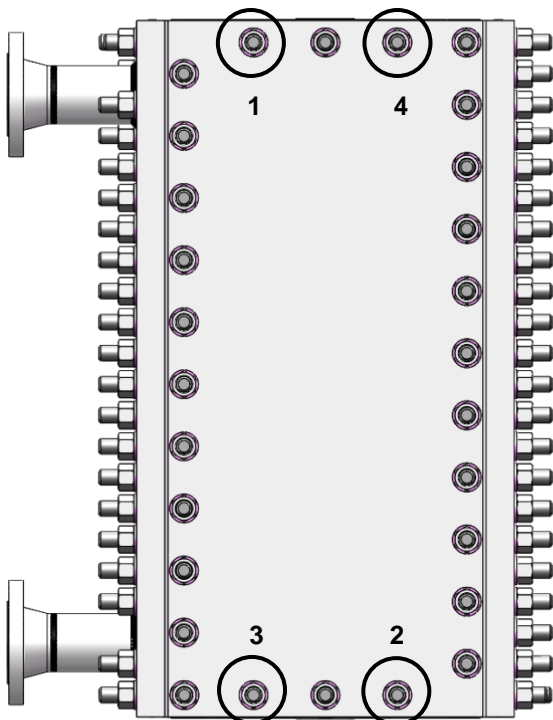

Abbildung 15
- Spitzen der Gewindestangen 1, 2, 3 und 4 schmieren (Abbildung 15).